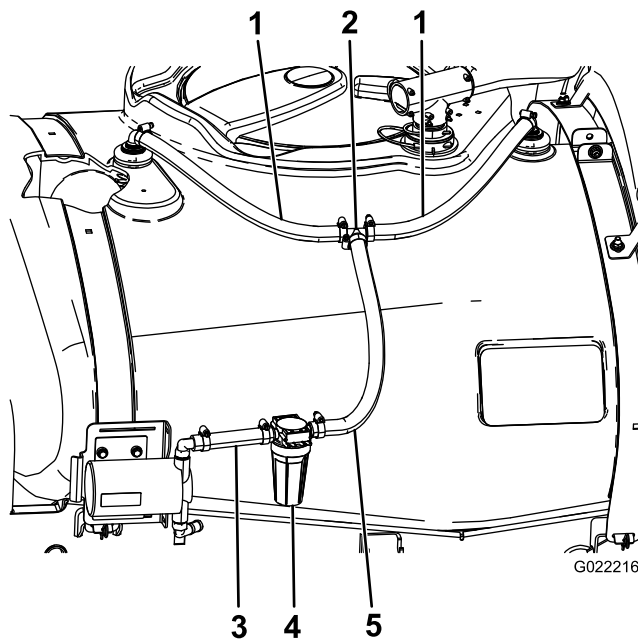

Figura 11
1. Utilizzando 2 fascette stringitubo fissate i flessibili da 48 cm ai raccordi portagomma degli ugelli di lavaggio montati in precedenza (Figura 11).
2. Fissate le estremità libere dei flessibili al raccordo a T con 2 fascette stringitubo (Figura 11).
1. Con una fascetta stringitubo fissate l'estremità lunga del flessibile lavaggio-filtro al raccordo a T (Figura 11).
2. Con una fascetta stringitubo fissate l'altra estremità del flessibile lavaggio-filtro al raccordo portagomma superiore sulla pompa di lavaggio (Figura 11).